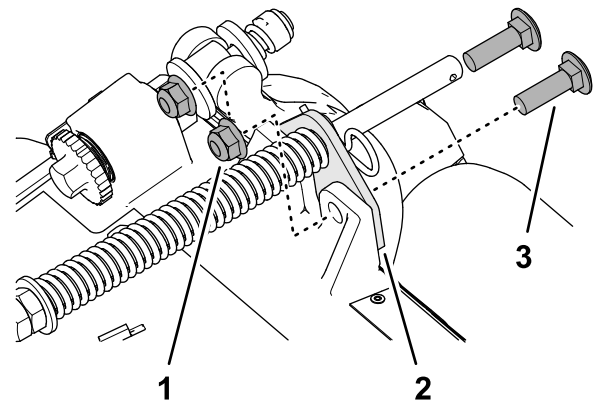

Figure 13
2. Retirez les 2 contre-écrous à embase ($\frac{3}{8}$ po) et 2 boulons de carrosserie ($\frac{3}{8}$ x $1\frac{1}{4}$ po) qui fixent le support du compensateur au cadre de l'unité de coupe (Figure 13).